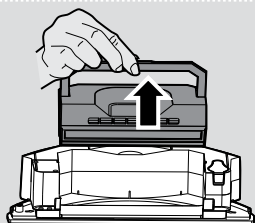
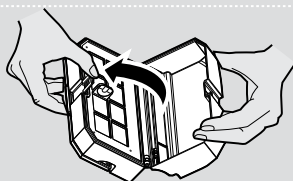
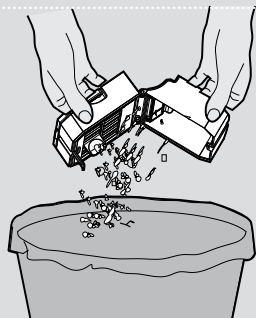
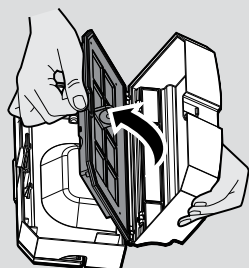

Fig. 10
Fig. 11
Fig. 12
Fig. 13
2. Soulevez le réservoir par la poignée, [Fig. 10] ouvrez le réservoir à l'endroit indiqué en relâchant le clip, [Fig. 11] Videz le réservoir dans une poubelle. [Fig. 12]
2. Retirez le réservoir et videz-le. [Fig. 10,11,12] Ouvrez le réservoir, retirez le filtre EPA de la maille du filtre et nettoyez-les séparément. Le montage se fait dans l'ordre inverse ; assurez-vous que le filtre est monté correctement. [Fig. 13,14]